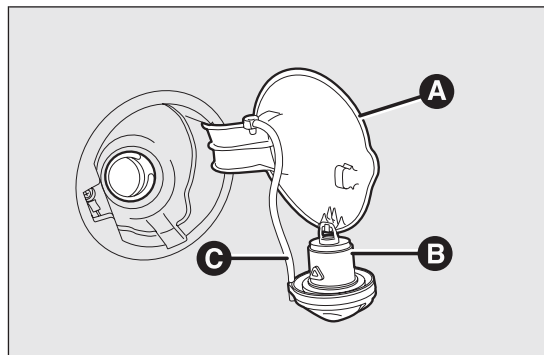

fig. 103
1) Aprire lo sportello A fig. 103 tirandolo verso l'esterno, mantenere il tappo B fig. 103 fermo, inserire la chiave di avviamento nella serratura e ruotarla in senso antiorario.
Il tappo è dotato di un dispositivo antismarrimento C fig. 103 che lo assicura allo sportello rendendolo imperdibile. Durante il rifornimento agganciare il tappo allo sportello, come illustrato in figura.